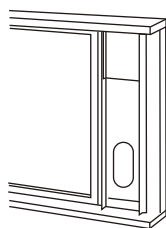

Imagen 14
3. Corte el sello de espuma (tipo adhesivo) al largo apropiado y adjúntelo a la parte superior de la ventana. Como se muestra en la Imagen 14.